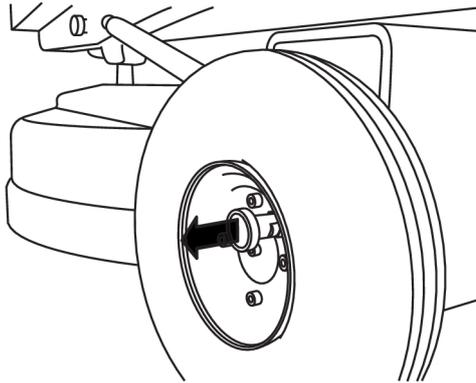

Figure 4-3. Déverrouiller les roues
1. Déverrouillez les roues en retirant la cheville de verrouillage, voir Figure 4-3, page 18.